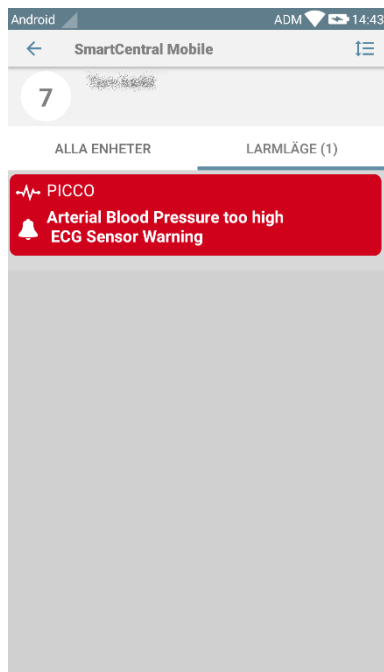

Fig. 18
- Tryck på meddelandet för att komma direkt till aktuell modul/patient (se ett exempel i Fig. 18; se avsnitt 6 och 7 för en beskrivning av de specifika modulerna).